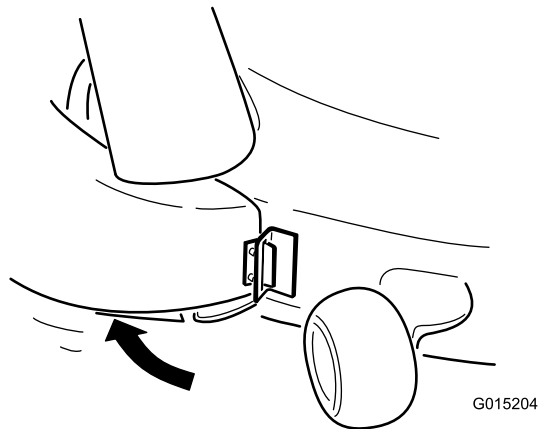

Figura 21
2. Girate indietro la guida di scarico verso il piatto di taglio in modo che sia a paro con quest'ultimo (Figura 21).